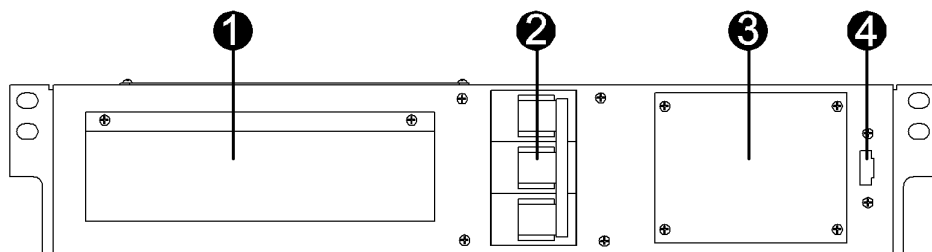

Рисунок 1 – Передняя панель модуля MBS 3/1 15-20K
- снять защитную крышку клеммной колодки 1 (см. рисунок 1) модуля, снять аналогичную защитную крышку ИБП;
- убедиться в надежности присоединения проводников, установить защитную крышку клеммной колодки **1** (см. рисунок 1) модуля и аналогичную защитную крышку ИБП, затянуть фигурные гайки кабельных вводов защитной крышки ИБП (при их наличии);
- соединить сигнальным кабелем из комплекта поставки модуля разъем **«Порт контроля» 4** (см. рисунок 1) модуля с разъемом **«Порт контроля Увых»** ИБП, закрутить винты разъемов сигнального кабеля.
- убедиться, что автоматический выключатель **2** (см. рисунок 1) модуля находится в выключенном состоянии;
- снять защитную крышку переключателя обводной цепи **3** (см. рисунок 1) модуля, убедиться, что переключатель обводной цепи модуля находится в положении **«UPS»**, установить защитную крышку на место;
- включить автоматический выключатель **2** (см. рисунок 1) модуля;
- снять защитную крышку переключателя обводной цепи **3** (см. рисунок 1) модуля; если предыдущий пункт не был выполнен, то при снятии защитной крышки срабатывает концевой выключатель модуля, сигнал с него транслируется посредством сигнального кабеля в ИБП, и ИБП принудительно переключается на встроенную обводную цепь;
- отключить автоматический выключатель **2** (см. рисунок 1) модуля, дождаться полного выключения ИБП.
- включить автоматический выключатель **2** (см. рисунок 1) модуля, при этом напряжение сети подается на вход ИБП, и ИБП должен перейти в режим работы по встроенной обводной цепи;
- установить защитную крышку переключателя обводной цепи **3** (см. рисунок 1) модуля на место;
- выключить автоматический выключатель **2** (см. рисунок 1) модуля;